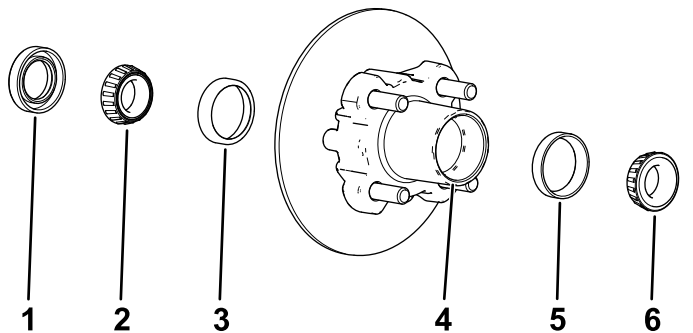

Figure 34
1. Déposez le roulement extérieur et la bague de roulement du moyeu (Figure 34).
2. Déposez le joint et le roulement intérieur du moyeu (Figure 34).
5. Éliminez la graisse, la saleté et les débris déposés à l'intérieur de la cavité du moyeu (Figure 34).
7. Remplissez la cavité du moyeu de 50 à 80 % environ avec la graisse spécifiée (Figure 34).
8. Assemblez le roulement intérieur sur la bague sur le côté intérieur du moyeu et montez le joint (Figure 34).